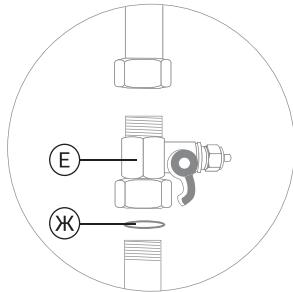

Рис. 12
1. Установите тройник-адаптер (E) между магистралью холодной воды и гибкой подводкой вашего смесителя. Уплотните соединение тройника-адаптера с магистралью при помощи поставляемого в комплекте уплотнительного кольца (Ж) (рис. 12).